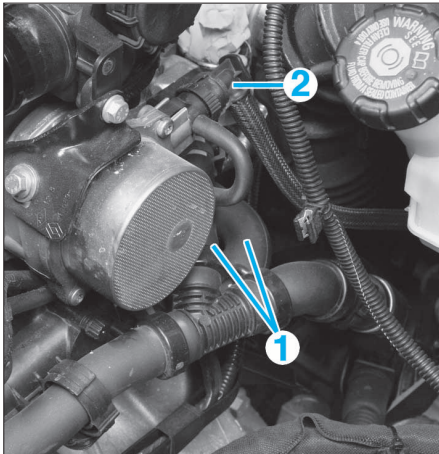

FIG. 80
- les connecteurs électriques (8) de la pompe haute pression,
- les tuyaux (9) d'alimentation et de retour de gazole,
- le connecteur du capteur de pression (10) de la rampe d'injection.
- déposer les vis de fixation de la goulotte (11) fixée sur la rampe d'injection.
- Déposer les durits (1) du refroidisseur des gaz recyclés et le tuyau (2) d'assistance au freinage (Fig.80).